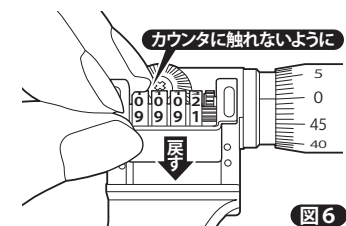

図6
- Hold the Counter Module by the outer frame without touching the counter dials or gears, and replace the Module into the Micrometer body. (Fig.6)
- ③カウンタや歯車に触れないようにカウンタモジュールの外側フレームを持ち、マイクロメータ本体に戻してください。(図6)
- ④カウンタモジュール、カウンタ保護パネルを、それぞれの固定ねじで固定し元に戻してください。